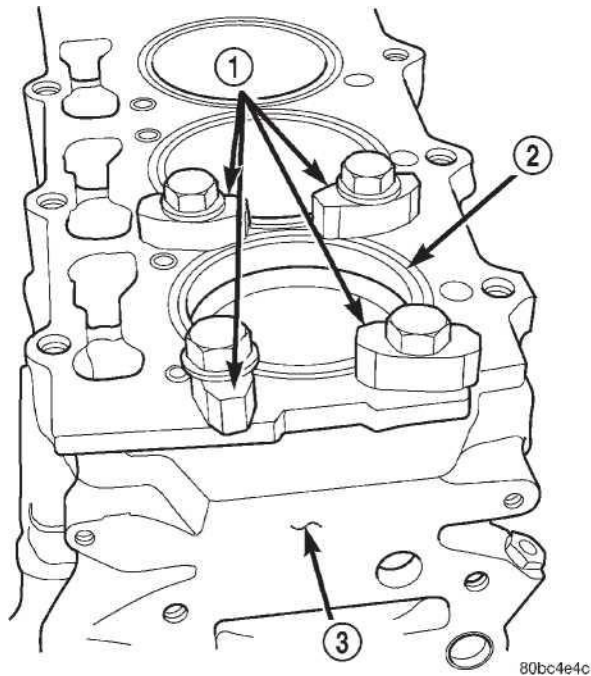

Рис. 105 Местоположение зажима
(2) Измерьте перерыв лайнера относительно палубы блока с циферблатным индикатором, смонтированным на специальном инструменте VM-1010 А. **Все измерения должны быть проведены на стороне кулачкового вала.** Нулевой циферблатный индикатор на палубе блока.
(3) Переместите циферблатный индикатор в запись гильзы цилиндра, читающую на циферблатном индикаторе.
(4) Удалите лайнер и специальный инструмент.
(5) Тогда выберите правильную толщину прокладки для предоставления надлежащего выступа (0.01 - 0.06 мм).
(6) Соответствуйте прокладке и кольцевым уплотнителям на лайнер.
(7) Смажьте более низкое место лайнера в блоке. Примените LOCTITE AVX к углу сиденья лайнера. Примените LOCTITE AVX однородно к верхней части лайнера в области.
(8) Приспособьте лайнеры в картере, удостоверившись, что прокладка расположена правильно на сиденье. Заблокируйте лайнеры в позиции с помощью специального инструмента (VM-1016) и болтов (Рис. 105). Уберите остаточный LOCTITE на верхней поверхности палубы блока.
(9) Перепроверьте выступ лайнера. Это должны быть 0.01 - 0.06 мм.